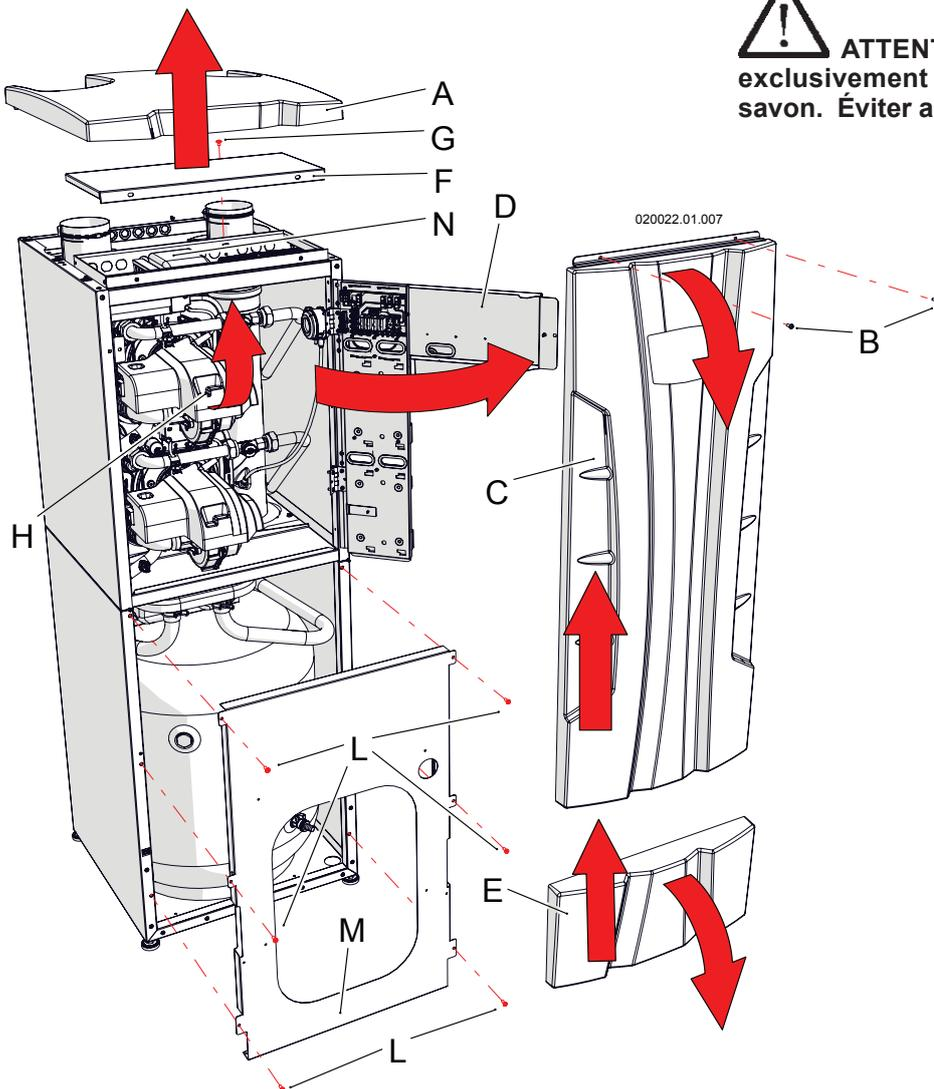

Figure 15-1 - démontage de la chemise et ouverture du tableau des commandes
Le contrôle consiste à vérifier que le voyant vert est allumé dans l'unité de commande "N" de la figure 15-1 (pour accéder à l'unité de commande voir le chapitre 15.2).
1. Suivre les indications du chapitre 15.2 pour retirer la couverture «E» sur la figure 15-1 ;